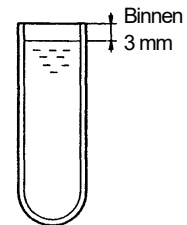
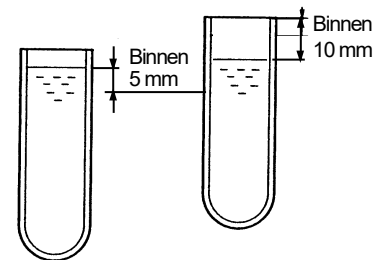

Fig. 3-3 Het vullen van buisjes voor zwenkrotoren (RCF: 100.000 xg en hoger)
Fig. 3-4 Het vullen van buisjes voor zwenkrotoren (RCF: 100.000 xg en lager)
- 2) Balanceer de symmetrisch geplaatste buisjes binnen een bereik van 0,2 g. Bij het gebruik van CP150NX en CS-FNX/CS-GX II/CS-GXL/CS-GX centrifuges, balanceert u de buisjes zoals wordt aangegeven in Fig. 3-3 en Fig. 3-4.